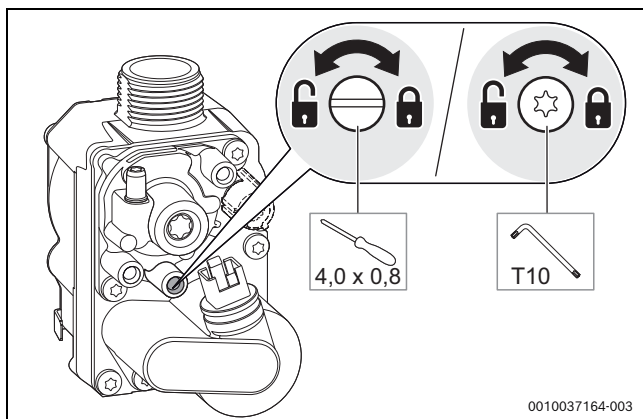

Bild 105 Gas-Anschlussdruck messen
- ▶ Schraube am Messstutzen für den Gas-Anschlussdruck 2 Umdrehungen lösen (→ Bild 105).